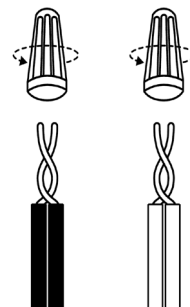

FIGURE 12.
4. À l'aide d'écrous homologués UL, connecter les fils d'alimentation sur place au fournaise d'air chaud, noir à noir et jaune à jaune (240 V) ou blanc à blanc (120 V), comme illustré à la Figure 12.